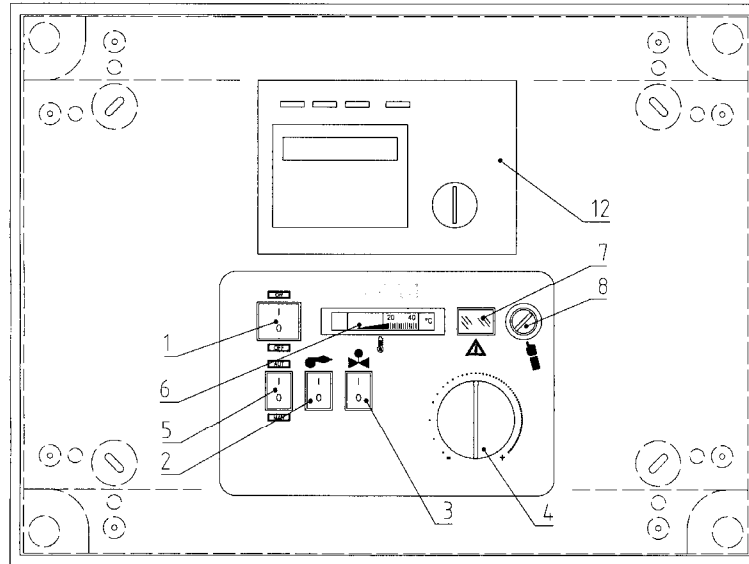

Fig. 2
4.8 SLAVE CONTROL PANEL (Fig. 2)